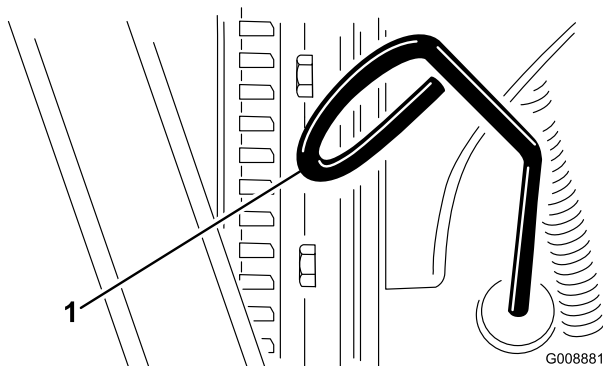

Figure 35
2. Retirez la jauge (Figure 35) et essuyez-la sur un chiffon propre.